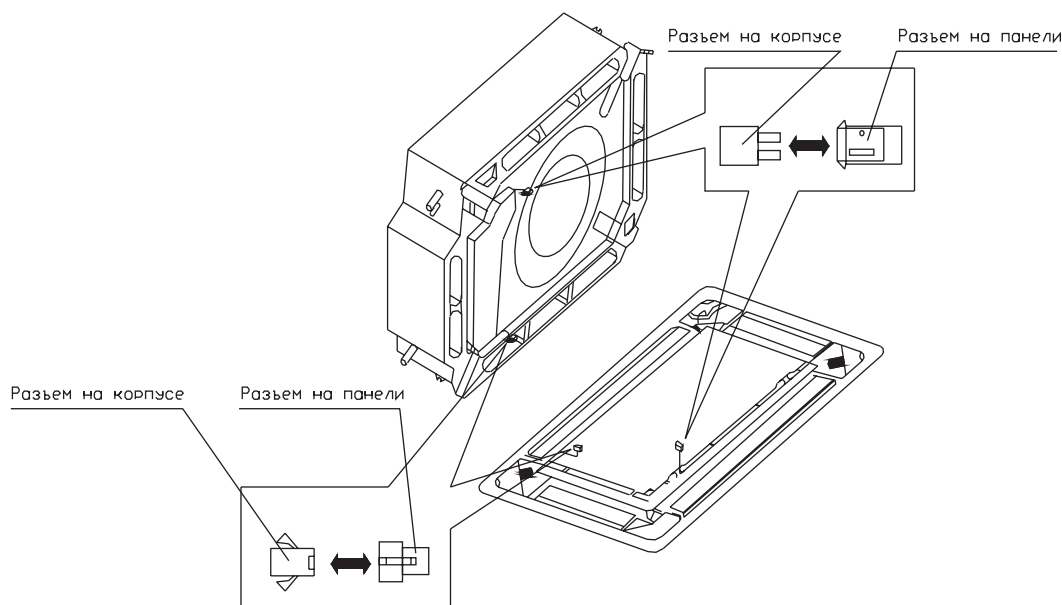

Рис. 10.23 — Установка декоративной панели
• Перед тем как установить декоративную панель подключите при помощи разъемов электродвигатель жалюзи (см. рисунок 10.23).